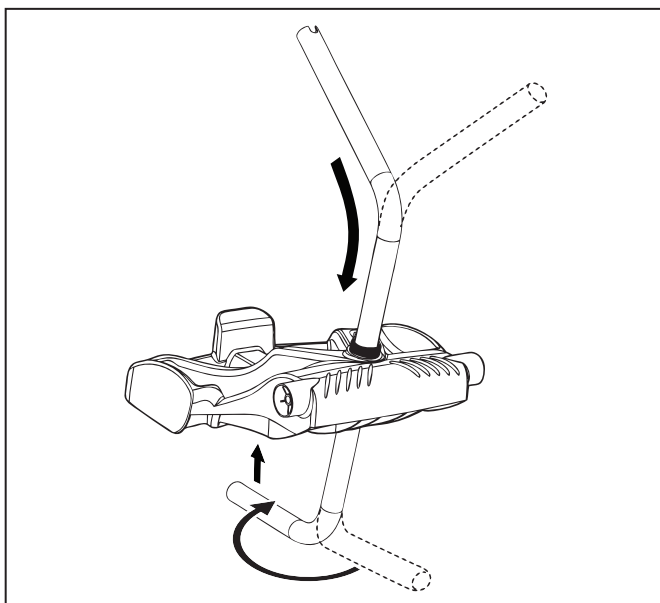

Figure 3. Connecter le cadre en métal à l'unité de base
2. Insérez le tube en métal du cadre de poignée dans la base avec le bout de l'encoche vers le haut, puis faites-le pivoter de manière à ce que les coudes ne vous touchent pas. (Figure 3).
3. Poussez la base vers le bas (Figure 3) de sorte que le cadre en métal de la poignée soit inséré dans le renforcement situé sous la base.